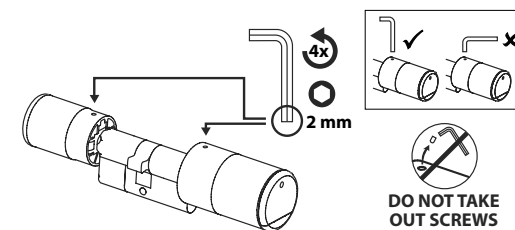

Fig. 2
② Les boutons intérieur et extérieur sont dévissés et fixés avec un goujon fileté intégré dans le bouton tournant. Retirez les deux goujons filetés des deux boutons à l'aide de la clé à six pans fournie (Fig. 2).